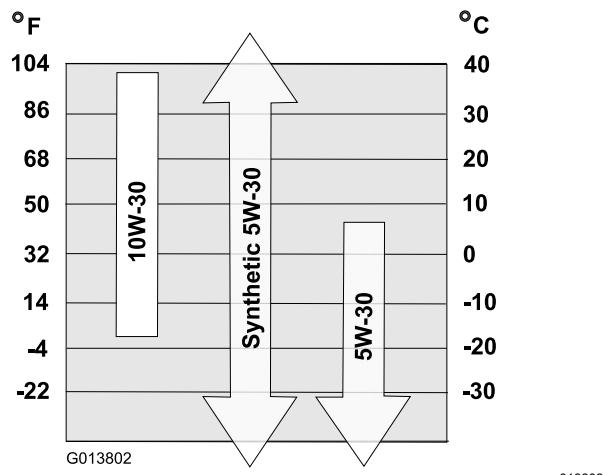

Рисунок 20
6. Используйте Рисунок 20 приведенный ниже для выбора оптимальной вязкости масла для ожидаемого диапазона наружных температур:
Вязкость масла	См. Рисунок 20 .